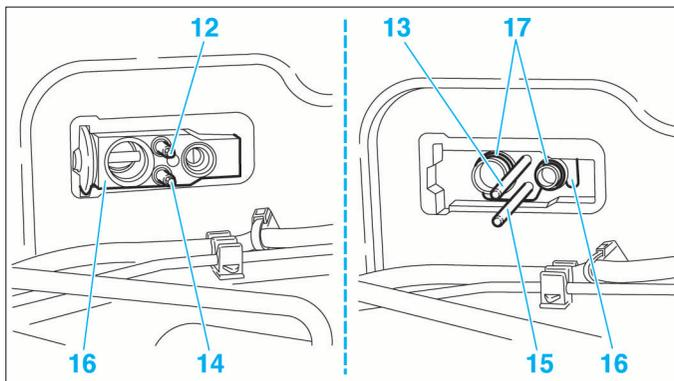

FIG. 24
- Déposer le goujon (12) à l'aide d'une douille Torx (Facom RTX4) (Fig.24).
- Insérer à la place une tige filetée (13) de Ø 5 mm x L 60 mm.
- Déposer le goujon (14) à l'aide d'une douille Torx (Facom RTX4).
- Insérer à la place une tige filetée (15).
- Déposer le détendeur (16) puis les joints toriques (17).